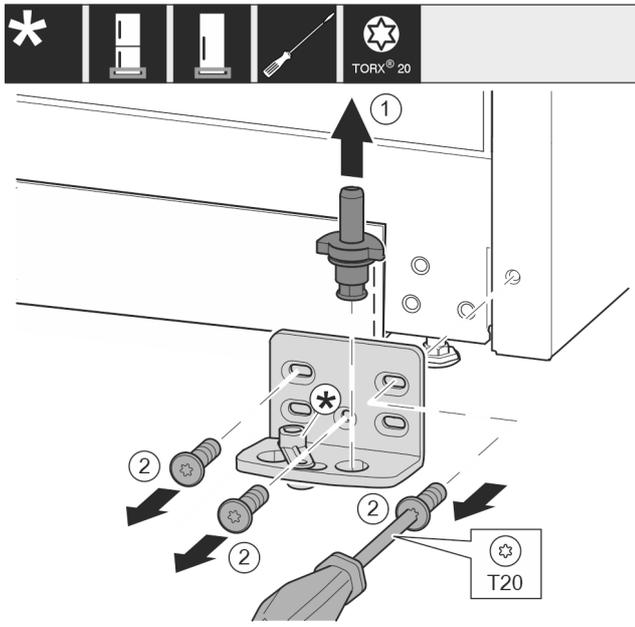

Fig. 12
- ▶ 将轴承螺栓 Fig. 12 (1)完全向上拉出。
- ▶ 将螺钉 Fig. 12 (2)用螺丝刀旋开并取下托架。